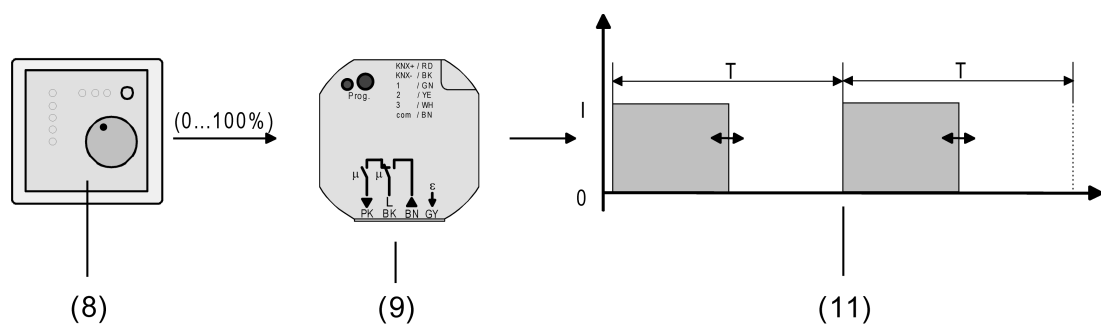

Bild 41: Stellgrößenprinzip bei stetiger Stellgröße
(8) Raumtemperurregler (RTR) (Stellgröße "1 Bit")
(9) Jalousie- und Heizungsaktor
(10) Schaltendes Ausgangssignal für Ventilantriebe
Das über das 1 Byte Objekt "Stellgröße" empfangene Werttelegramm wird im Normalbetrieb durch das Gerät in ein äquivalentes pulsweitenmoduliertes Schaltsignal an den Ventilausgängen umgesetzt (Bild 41). Der aus dieser Modulation resultierende Mittelwert des Ausgangssignals ist unter Berücksichtigung der im Gerät einstellbaren Zykluszeit (T) ein Maß für die gemittelte Ventilstellung des Stellventils und somit eine Referenz für die eingestellte Raumtemperatur (siehe "Pulsweitenmodulation bei stetigen Stellgrößen und stetigen Soll-Ventilpositionen").